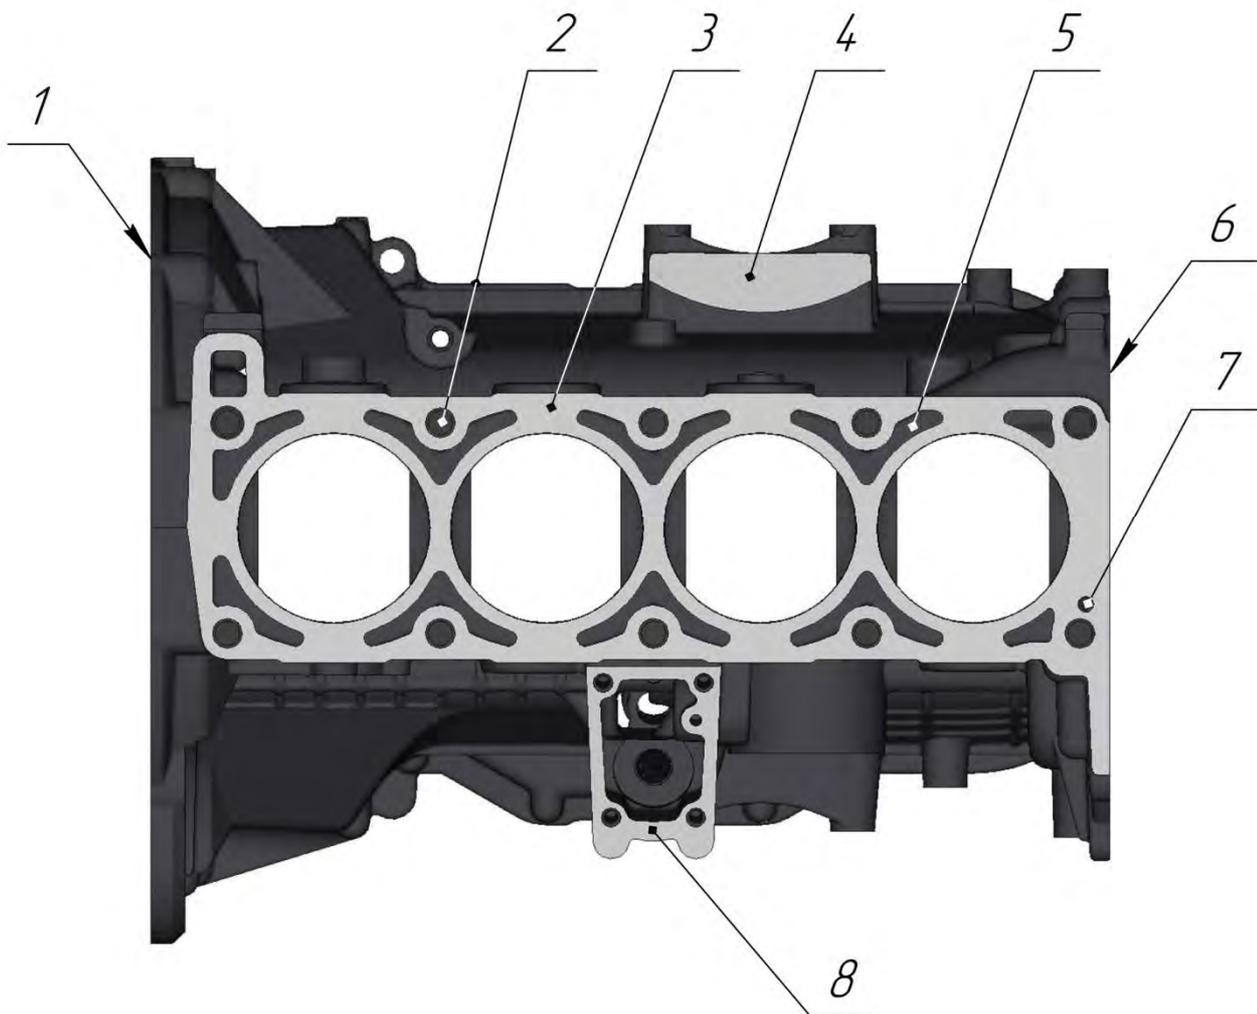
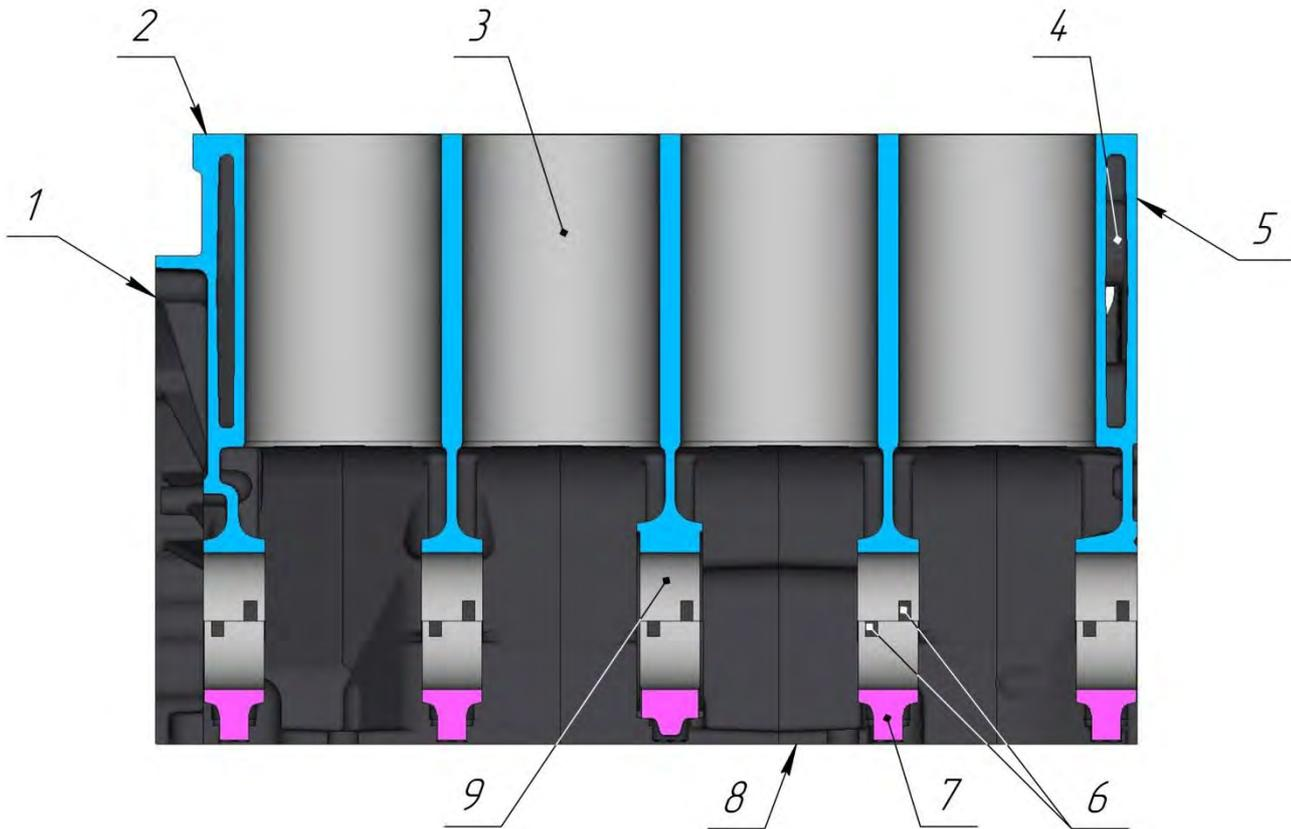

Abb. 12. Zylinderblock. Blick von oben:
Abb. 14. Zylinderblock. Längsschnitt entlang der Zylinderachse:
**Zylinderblock** (Abb. 12,13,14). Der Zylinderblock ist aus Grauguss gegossen, in Form eines Monoblocks mit einem unterhalb der Kurbelwellenachse abgesenkten Kurbelgehäuseteil. Im unteren Teil des Blocks befinden sich fünf Hauptlagersitze 9 (Abb. 14). Die Hauptlagerdeckel 7 aus Sphäroguss werden zusammen mit dem Zylinderblock bearbeitet und sind daher nicht austauschbar. Auf der unteren Ebene der 1., 2. und 4. Abdeckung sind deren Seriennummern für eine korrekte Installation eingestanzt. Beim Einbau der Abdeckungen sollten die Passfedernuten 6 für die Laufbuchsen im Zylinderblock und in den Abdeckungen auf einer Seite liegen.